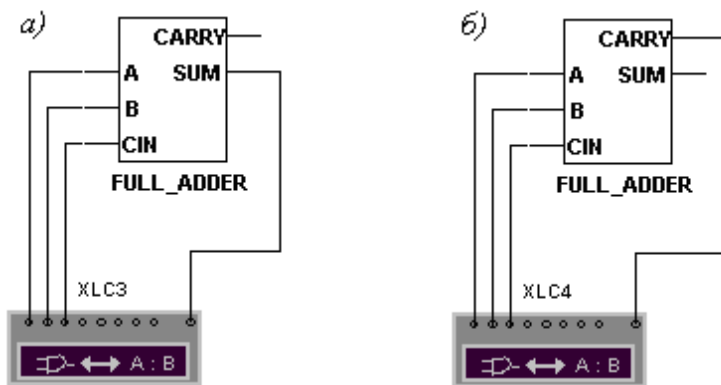

Рис. 53. Схема исследования полного сумматора:  $a$  – выход  $S$ ,  $b$  – выход  $C$
5. Собрать схему, изображенную на рис. 53, и с помощью логического преобразователя получить таблицу истинности полного сумматора, логические выражения для выходов  $S$  и  $C$ , схемную реализацию полученных логических выражений (см. п. 4).